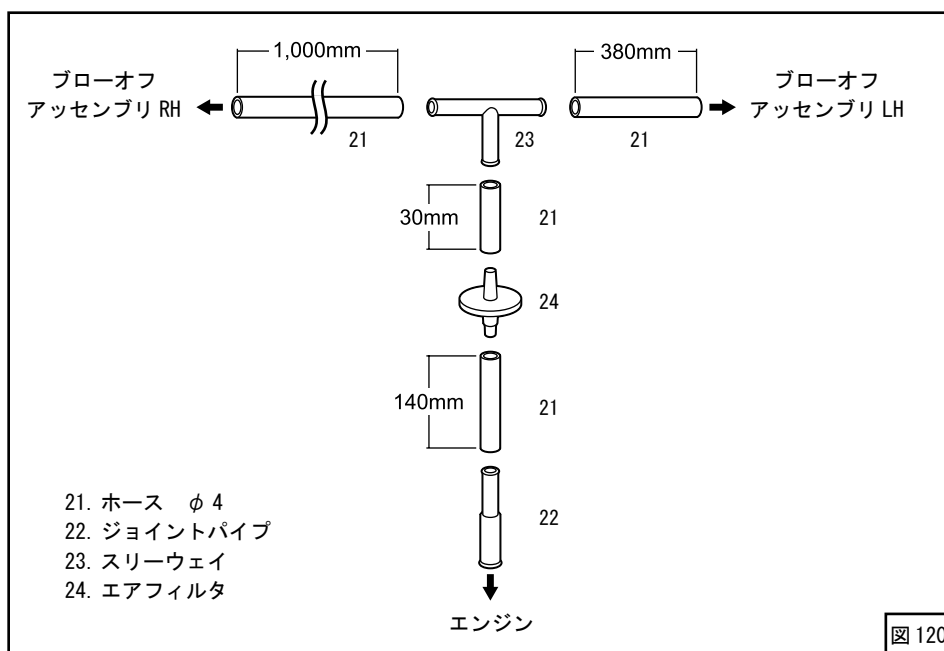

図 120
(13) ブローオフアセンブリ LH のφ4 ニップル部にホースφ4を取付け、タイラップ(小)で縛り、固定してください。(図120、図131)